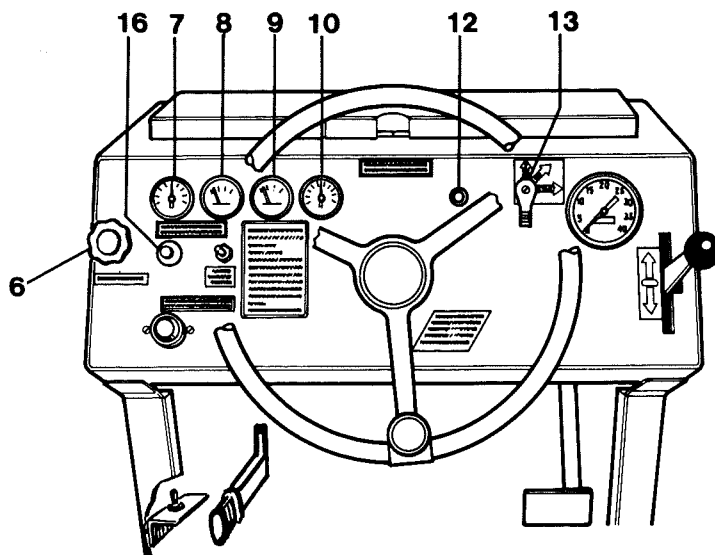

Fig 4
5 Kontrollera under varmkörningen att amperemätaren (10) visar på + och att oljetryckslampan (16), fig 4, är släckt.